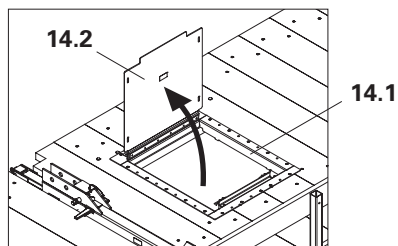

Fig. A2.05
- Posicionar o alçapão 55 x 60 (14.1) na abertura. O alçapão (14.2) abre para o lado da parede. (Fig. A2.05)